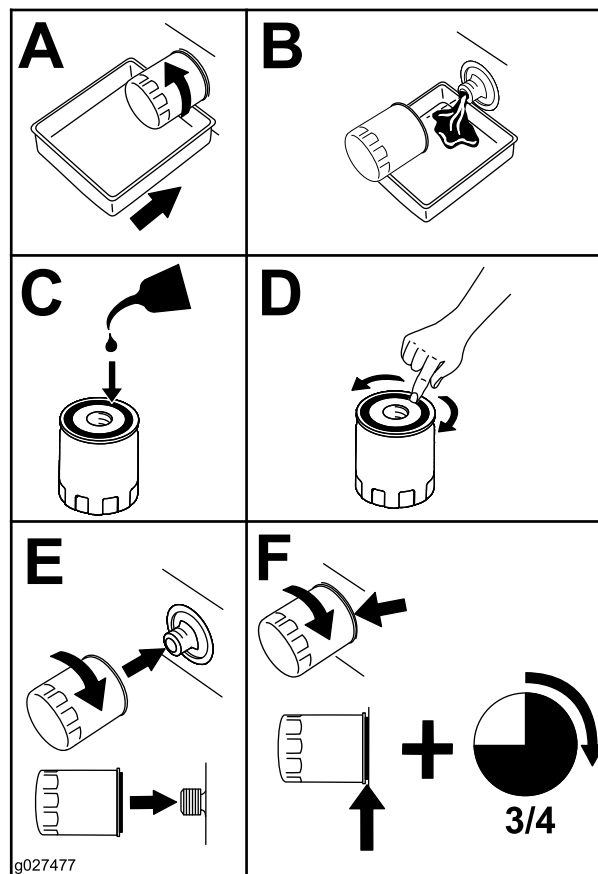

Figure 39
2. Remplacez le filtre à huile moteur (Figure 39).